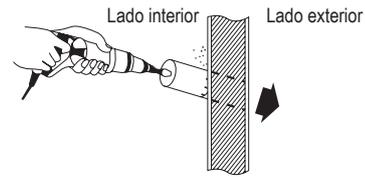

Fig. 5-7
- (4) Cortar un agujero en la pared con una sierra de vaivén, de calar o con un accesorio para corte de agujeros para una taladradora. Ver tabla 5-1 y Fig. 5-7.